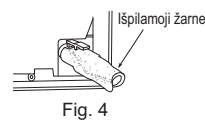

Fig. 4
- Vidinio įrenginio galinėje dešinėje pusėje iki galo į drenažo įdubimą įkiškite išpilamąją žarnelę. (Fig. 4)
- Įkiškite išpilamąją žarnelę į skylės sienoje movą (C) ir užkabinkite viršutinę vidinio įrenginio dalį ant montavimo plokštės (1). Po to įrenginį pasukite į kairę, kad būtų lengviau prijungti vamzdelius galinėje įrenginio dalyje.